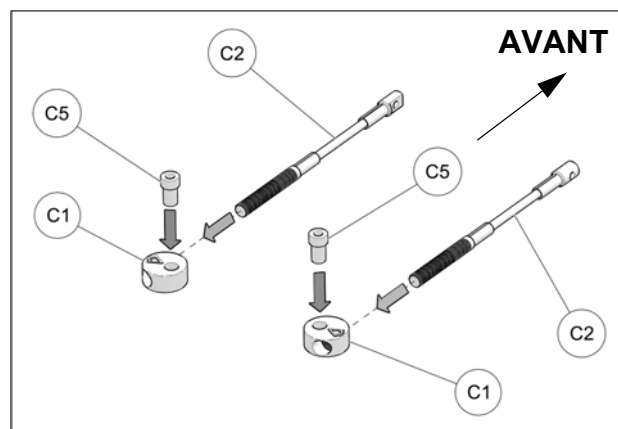

Fig. 22
12. Assembler les câbles des limiteurs de conduite (C2), les disques en aluminium (C1) et les bagues espaceurs (C5) tel que montré à la Fig. 22